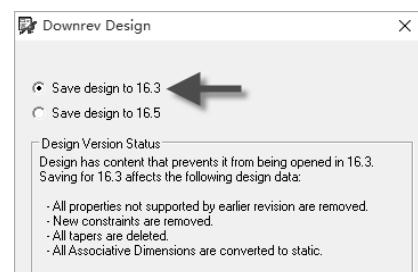

图 12-77 低版本 Allegro PCB 的导出
(1) 转换 PCB 之前，一般需要把 Allegro PCB 的版本降低到 16.3 及以下版本。此处以 Allegro 16.6 为例，打开一个 16.6 版本的 Allegro PCB，执行菜单命令“File—Export—Downrev Design”，在弹出的对话框中按照图 12-77 所示进行选择，导出 16.3 版本。